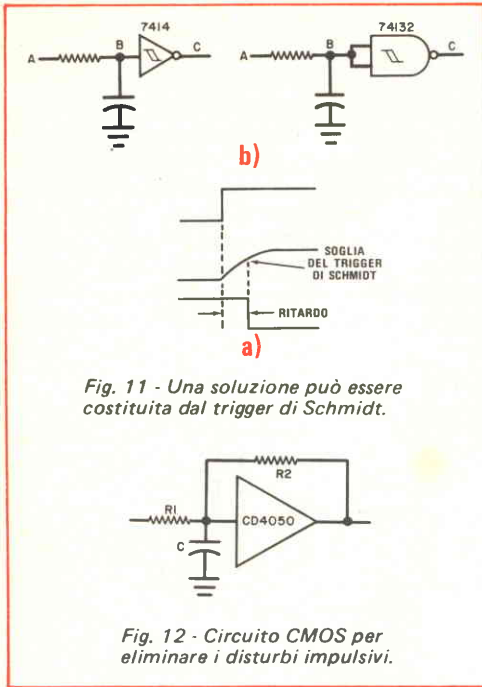

Fig. 11 - Una soluzione può essere costituita dal trigger di Schmidt.
8) - Un tipo particolare di logica TTL in grado di tollerare valori elevati della costante di tempo RC per eliminare i disturbi impulsivi è costituito dal trigger TTL di Schmidt. Nella fig. 11 sono illustrati i circuiti e le relative forme d'onda che si ottengono usando per questo scopo il modello 7414 (Schmidt sestuplo) ed il modello 74132 (Schmidt quadruplo con due ingressi). E' ancora necessario, impiegando questi dispositivi, limitare il valore del resistore approssimativamente a 330 Ω . Il modello CD 4093 è un trigger di Schmidt quadruplo con due ingressi appartenente alla famiglia logica CMOS, il cui impiego risulta molto conveniente per eliminare i segnali impulsivi indesiderati e per ritardarli usando resistori con valori fino a 100 k Ω circa.